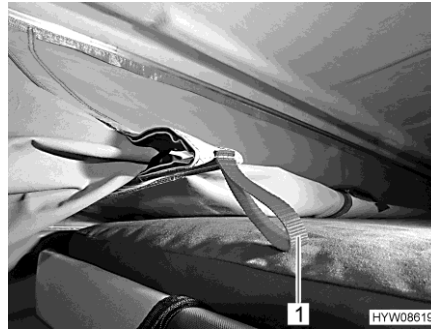

Bild 33 Einzugsvorrichtung
- Zeltstoff an den roten Laschen (Bild 33,1) der Einzugsvorrichtung nach innen ziehen.